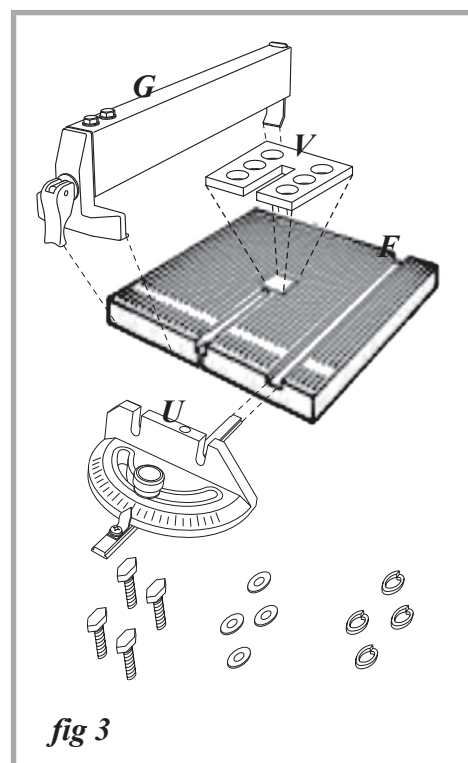

fig 3
6. Alignez la fente de l'insertion de table en plastique (V, fig 3) avec la fente dans le tableau et la lame.